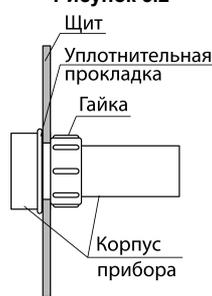

Рисунок 5.3
- надеть на тыльную сторону передней панели прибора уплотнительную прокладку из комплекта поставки (см. рисунок 5.3);
- надеть на цилиндрическую часть прибора гайку из комплекта поставки (см. рисунок 5.3);